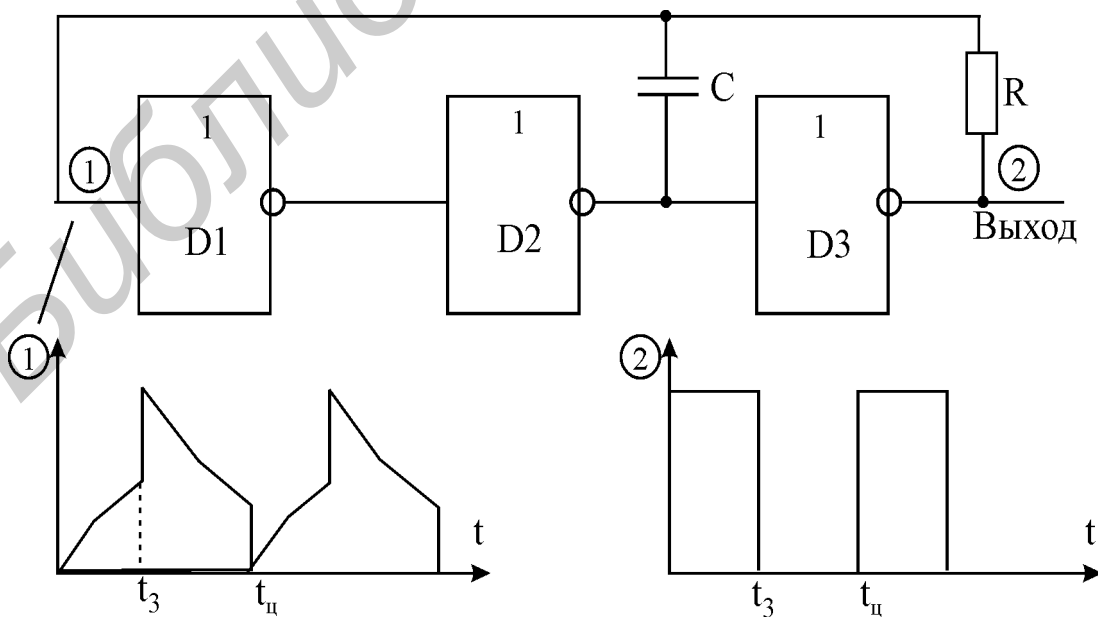

Рис. 3.5. Генератор импульсов
2. Определите частоту импульсов для генератора, в котором $R = 1 \text{ кОм}$, а $C = 0,15 \text{ мкФ}$ (рис.3.5, формула 3.1).